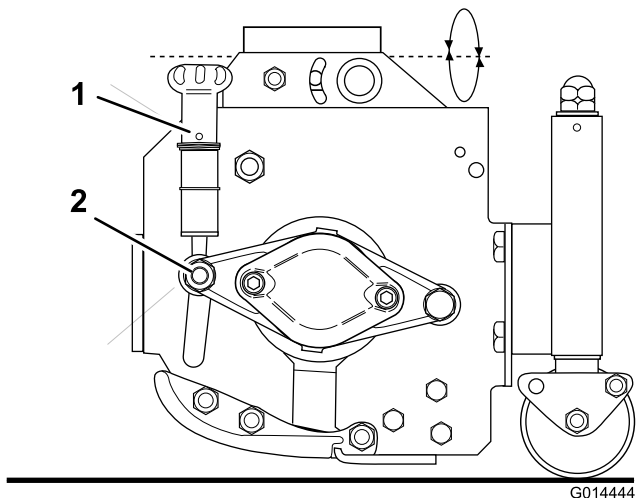

Figura 71
3. Si es necesario realizar algún ajuste, proceda de la siguiente manera: afloje la tuerca (Figura 71) 1/4 de giro en ambos extremos.
4. Gire la rueda (Figura 71) en cada extremo de forma alternativa mientras gira el cilindro de corte hacia atrás, hasta que la cuchilla toque el cilindro ligeramente en toda su longitud.
6. Apriete la tuerca (Figura 71) en ambos extremos.